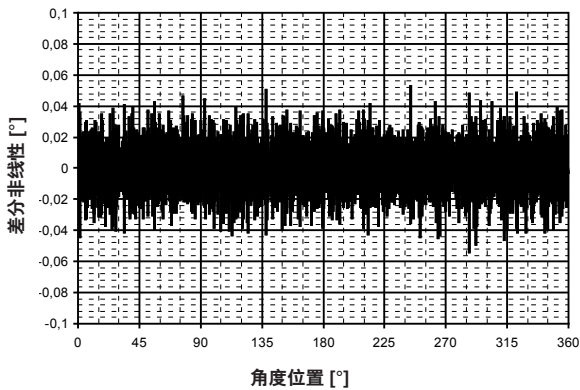

图6: 典型差分非线性
**差分非线性**是测量位置步距与理想位置步距之间的差值。位置步距是任意两个相邻输出位置的输出位置差值，理想位置步距是 $360^\circ$ 除以分辨率。差分非线性主要由噪声造成。差分非线性始终小于一个位置步距，因为有一个防止失码系统。图6显示了滤波为10 nF且具有默认参数的编码器的典型差分非线性图。